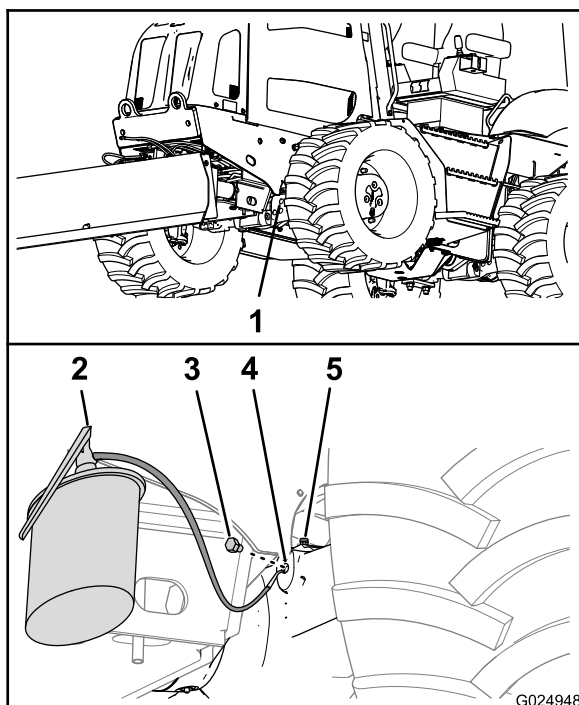
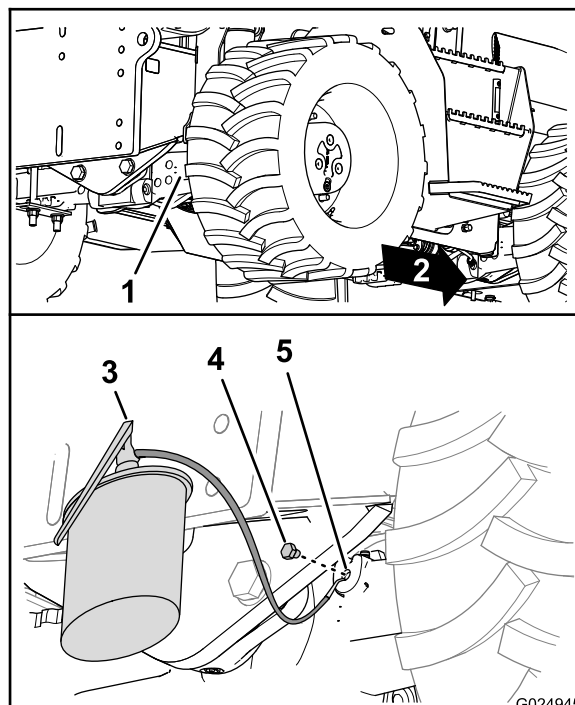

Figura 95
Figura 96
- Instale os bujões de drenagem nos orifícios de drenagem nas caixas do pinhão (Figura 95 e Figura 96).
6. Adicione o óleo especificado nos eixos pelo orifício de nível até o nível se alinhar com a borda inferior do orifício (Figura 95 e Figura 96).
8. Instale os bujões nos orifícios de nível das caixas do pinhão para os eixos (Figura 95 e Figura 96).